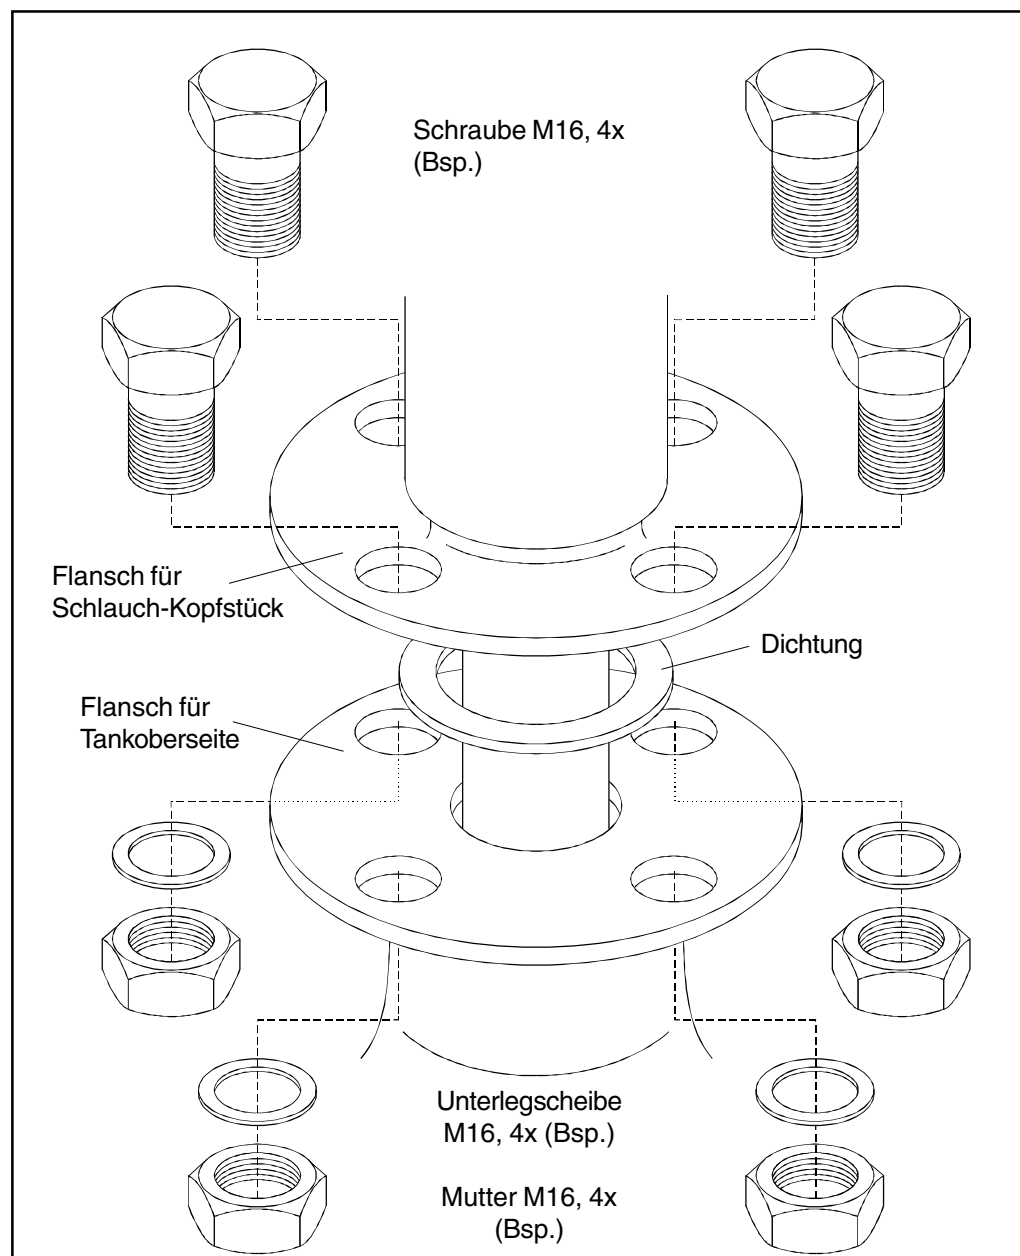

Abb. 6:
3) Das Verfahren für die Montage des Prothermo NMT535/6 auf dem Tank richtet sich nach der Art des Tanks. In dieser Anleitung wird das Verfahren für einen Festdach-tank und einen Schwimmdachtank beschrieben. In jedem Fall wird das Kopfstück des Schlauchs oben auf dem Tank montiert, wie in Abb. 6 dargestellt. Der Montage-stutzen muss einen Durchmesser von 2 Zoll (5,08 cm) haben (Standard).